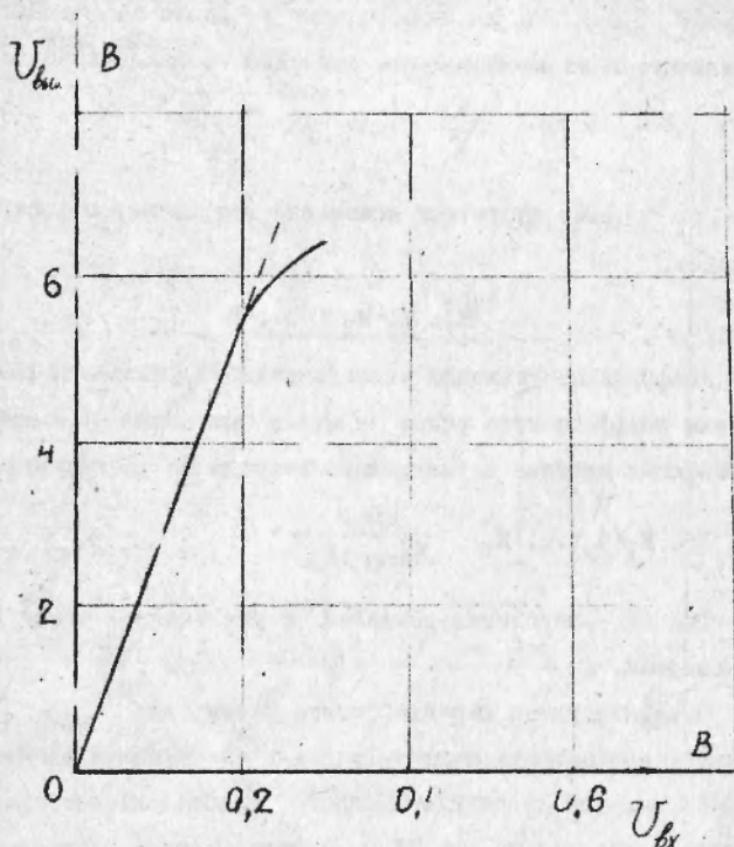

Рис.II.3. Амплитудная характеристика двухкаскадного РС - усилителя
5. Амплитудная характеристика усилителя $V_{\text{вых}} = f(V_{\text{вх}})$ выражает зависимость амплитуды (или действующего значения) выходного сигнала от амплитуды входного. Типовая амплитудная характеристика приведена на рис. II.3. В определенном диапазоне изменения входного сигнала зависимость $V_{\text{вых}} = f(V_{\text{вх}})$ представляет собой прямую линию, тангенс угла наклона которой определяется величиной коэффициента усиления.